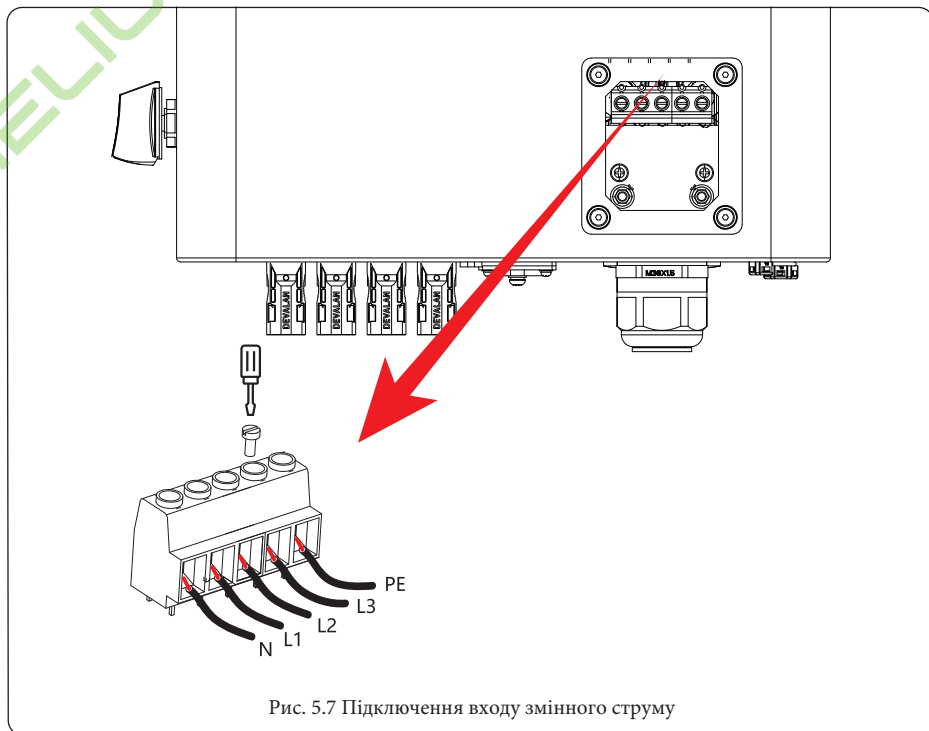

Рис. 5.7 Підключення входу змінного струму
3. Потім вставте вихідні дроти змінного струму відповідно до полярності, зазначеної на клемній колодці, і затягніть клему. Не забудьте також підключити відповідні дроти N/L1/L2/L3 та PE до відповідних клем. (як показано на рис. 5.7).